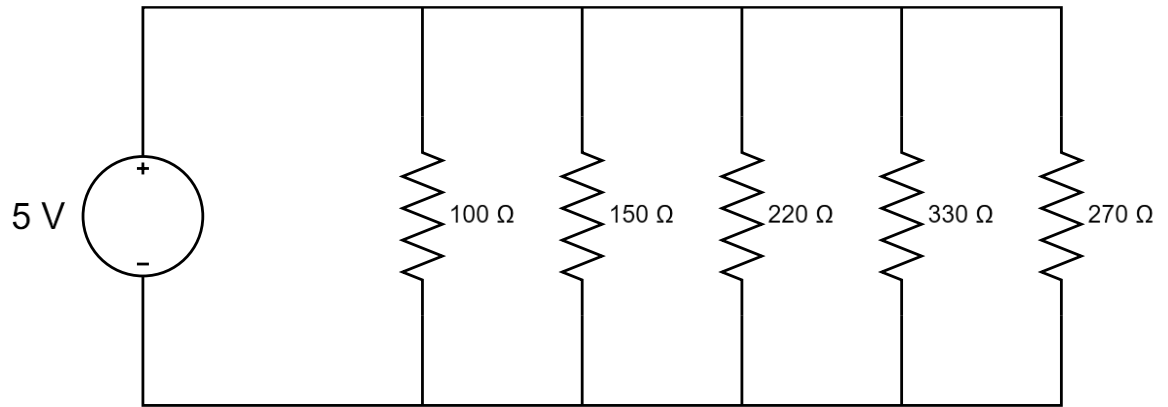

Figura 3.14. Diagrama del circuito en paralelo con fuente de 5 V.
2.1 Implementa el circuito de la *figura 3.14* en el protoboard. Calibra la fuente de voltaje a 5 V.